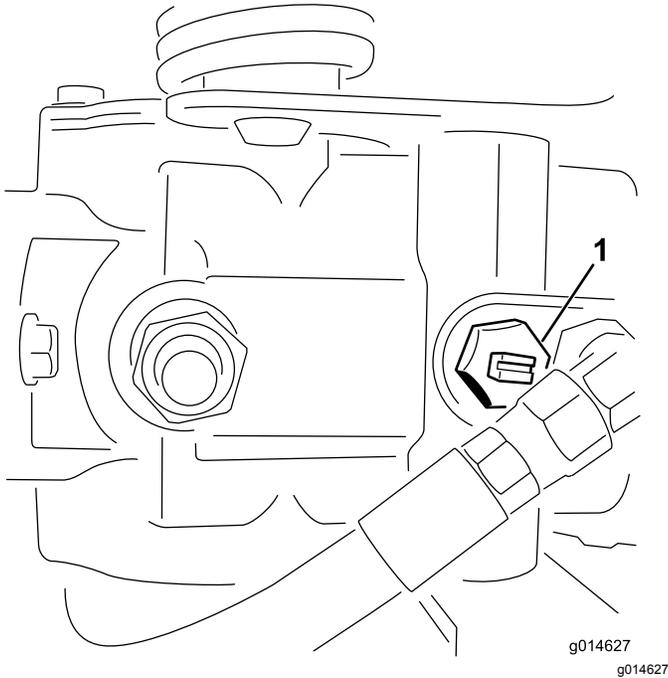

图43
1. 找到并旋转泵上的旁通阀、使槽处于垂直位置 (图 43)。
2. 启动发动机之前、旋转旁通阀、使槽处于水平位置、这样就可以关闭旁通阀图43。旁通阀打开时切勿启动发动机。